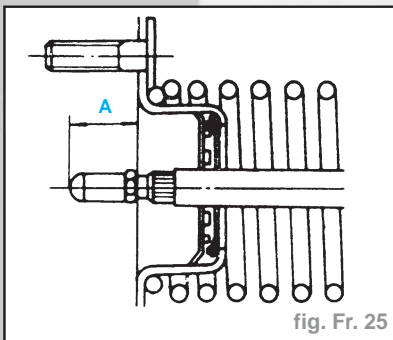

fig. Fr. 25
- Mesurer la distance "A" de la face du flasque de servo à l'extrémité du poussoir, elle doit être de **18 à 18,2 mm** (fig. Fr. 25).